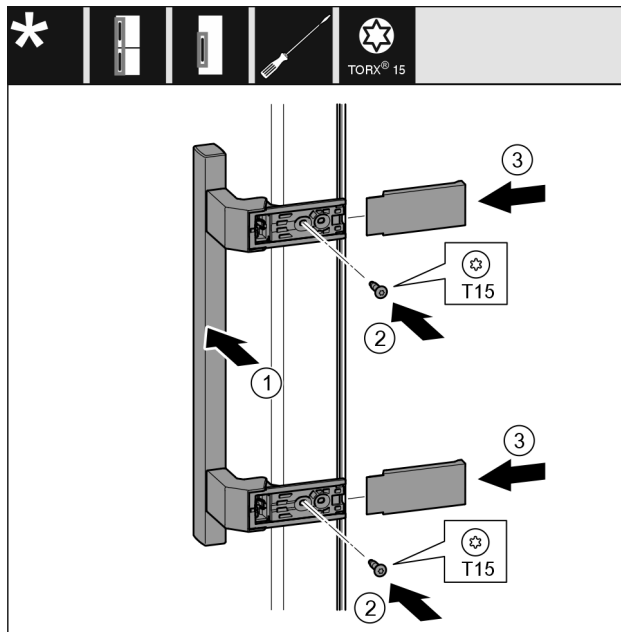

Fig. 41
- ▶ Helyezze fel a fogantyút Fig. 41 (1) a másik oldalra.
- ▶ Húzza meg a csavarokat Fig. 41 (2) csavarhúzóval.
- ▶ Helyezze fel a fedeleket Fig. 41 (3) oldalra, és tolja fel őket.